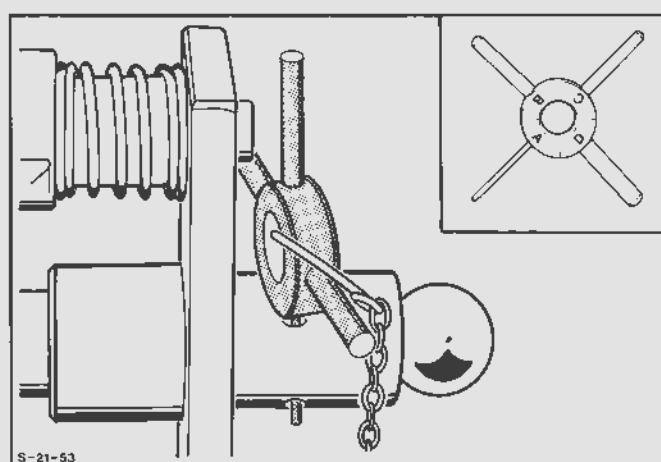

Fig.144. Stoplæren monteret i monteringsværktøjet
6. Sæt stoplæren med påskriften for den pågældende motor ind i monteringsværktøjet, Fig.144.